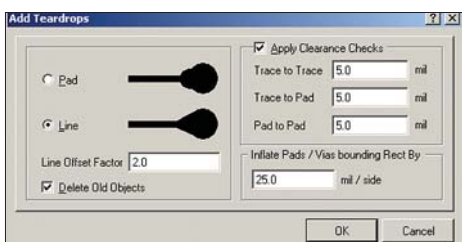

Рис. 18. Формирование каплевидных контактных площадок
3. Выполним щелчок правой кнопкой мыши. Появится диалоговое окно Add Teardrops, показанное на рис. 18.